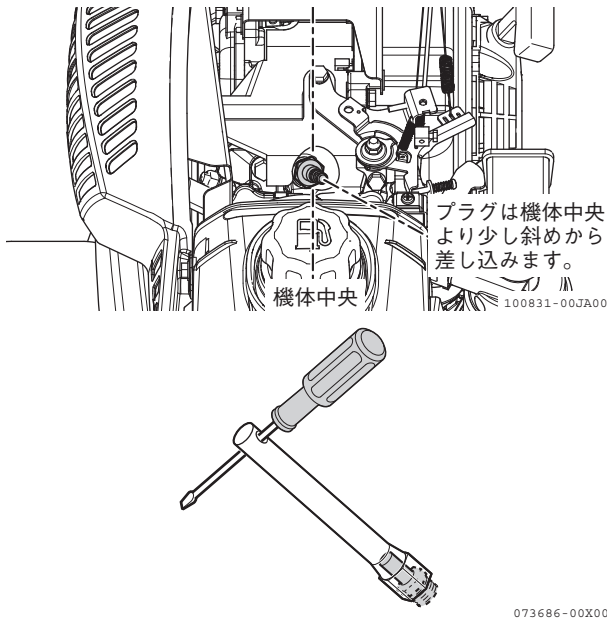

図 4-37 プラグレンチとドライバー
4. 付属のプラグレンチを使用して点火プラグをエンジンから外します。プラグレンチはお手持ちのドライバーなどと合わせてご使用ください。(図 4-37)
点火プラグを取り付けるときは、ねじ山をつぶさないように、はじめに手で締め込んでから、プラグレンチで締め付けてください。(図 4-37)